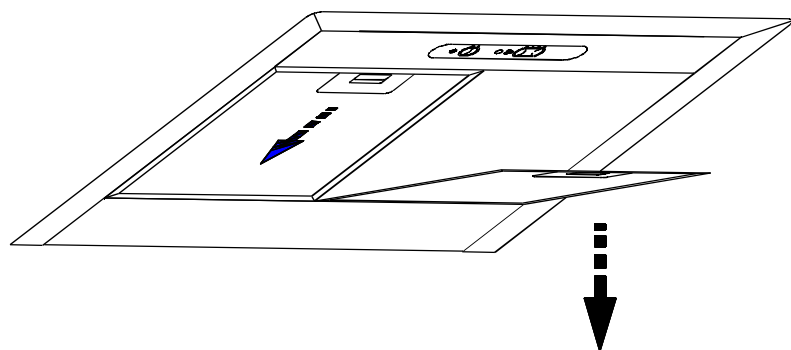

РИС. 10
8.3. Для очистки фильтра извлеките его из зонта (рис. 10) и произведите его очистку с помощью щетки горячим водным раствором нейтрального моющего средства или денатурированным спиртом.
8.6.2. Снимите алюминиевый фильтр (рис. 10).